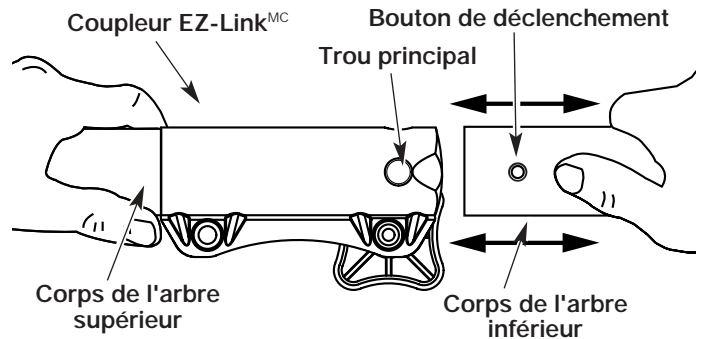

Figure 10
2. Tenez fermement l'accessoire et enfoncez-le tout droit dans le coupleur EZ-Link^{MC} (Fig. 10).